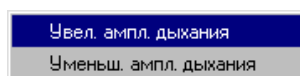

Рис. 3.80
- нажмите правую клавишу мыши и в появившемся локальном меню (Рис. 3.80) выберите необходимое действие.